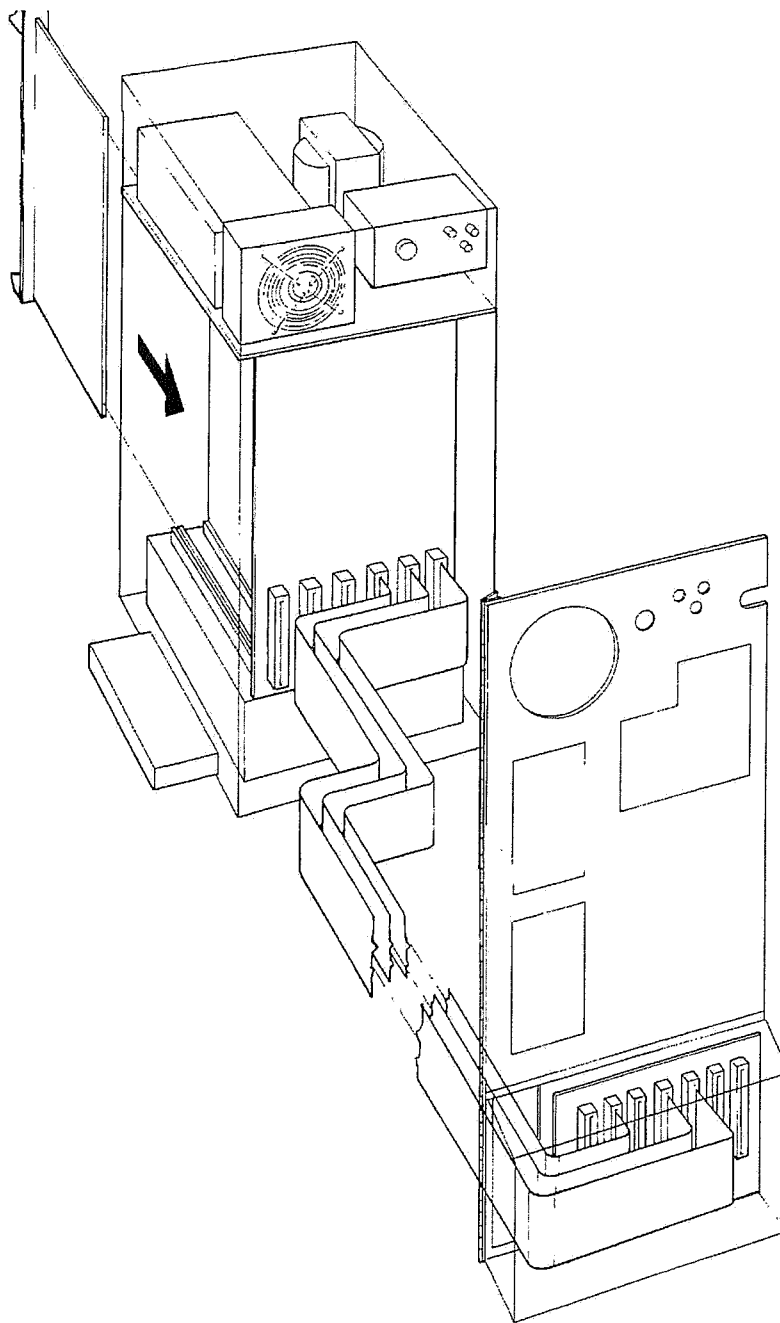
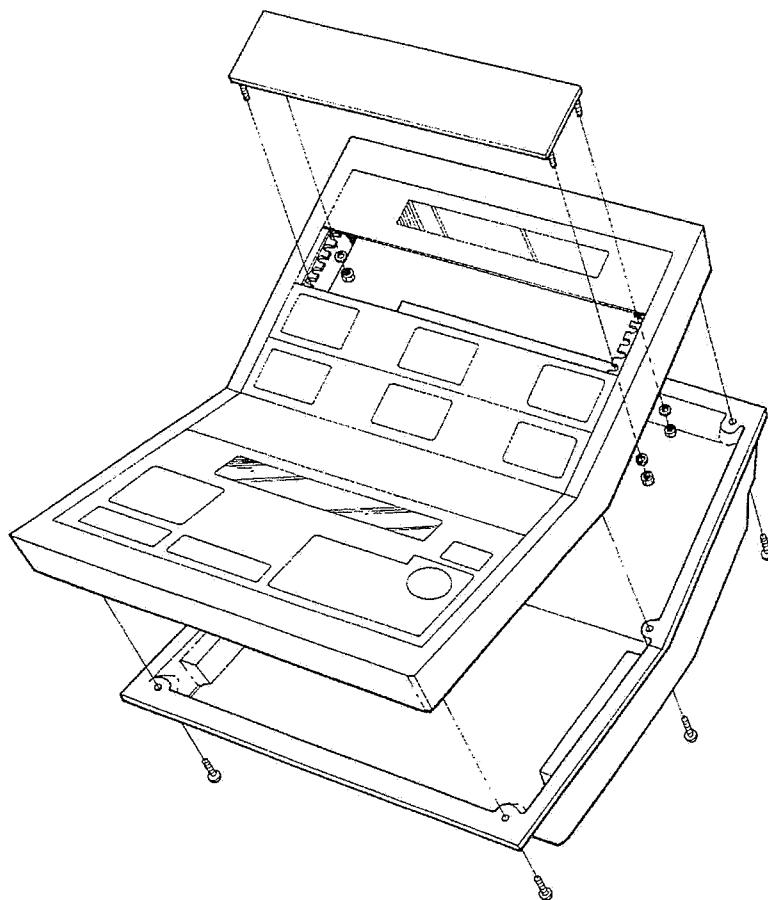

Bild 3-7. Innenansicht des Towers
Bild 3-8. Installation der Bedieneinheit für Dehnungsprüfungen
Um Dehnungskanäle in das System zu integrieren, sind zwei voneinander getrennte Schritte durchzuführen: Installieren Sie eine oder mehrere Bedieneinheiten für Dehnungsprüfungen in der Bedienkonsole sowie eine oder mehrere Karten für Dehnung (A534-28) in den Tower-Baugruppenrahmen. Zum Einbau der Karten in den Tower siehe Bild 3-7, zur Installation einer Bedieneinheit in der Bedienkonsole siehe Bild 3-8.
- (e) Die Karte für Dehnung (A534-28) in den Steckplatz Nummer 4 (Dehnung 1) bzw. in den Steckplatz Nummer 5 (Dehnung 2) des Baugruppenrahmens schieben. Darauf achten, daß die Kanten in den Führungen sitzen, wie in Bild 3-7 dargestellt. Die
- (j) Anhand von Bild 3-7 das Bandkabel A544-24 in den Steckverbinder X43 (für Dehnung 1) oder X53 (für Dehnung 2) auf der Rückwandplatine anschließen.
- (l) Anhand von Bild 3-7 das andere Ende des Bankabels in den entsprechenden Anschlußstecker
- (b) Die sechs M4x10 Kreuzschlitzschrauben, mit denen die Bedienkonsole an der Bodenplatte befestigt ist (siehe Bild 3-8) von hinten herausdrehen und ablegen.
- (c) Die Bedienkonsole von der Bodenplatte abnehmen (siehe Bild 3-8) und daneben abstellen.
- (d) Die Abdeckplatte vorsichtig von der Bedienkonsole abbauen. Dazu die M3-Muttern auf der Rückseite abschrauben und mit den Unterlegscheiben abnehmen (siehe Bild 3-8). Die Abdeckplatte